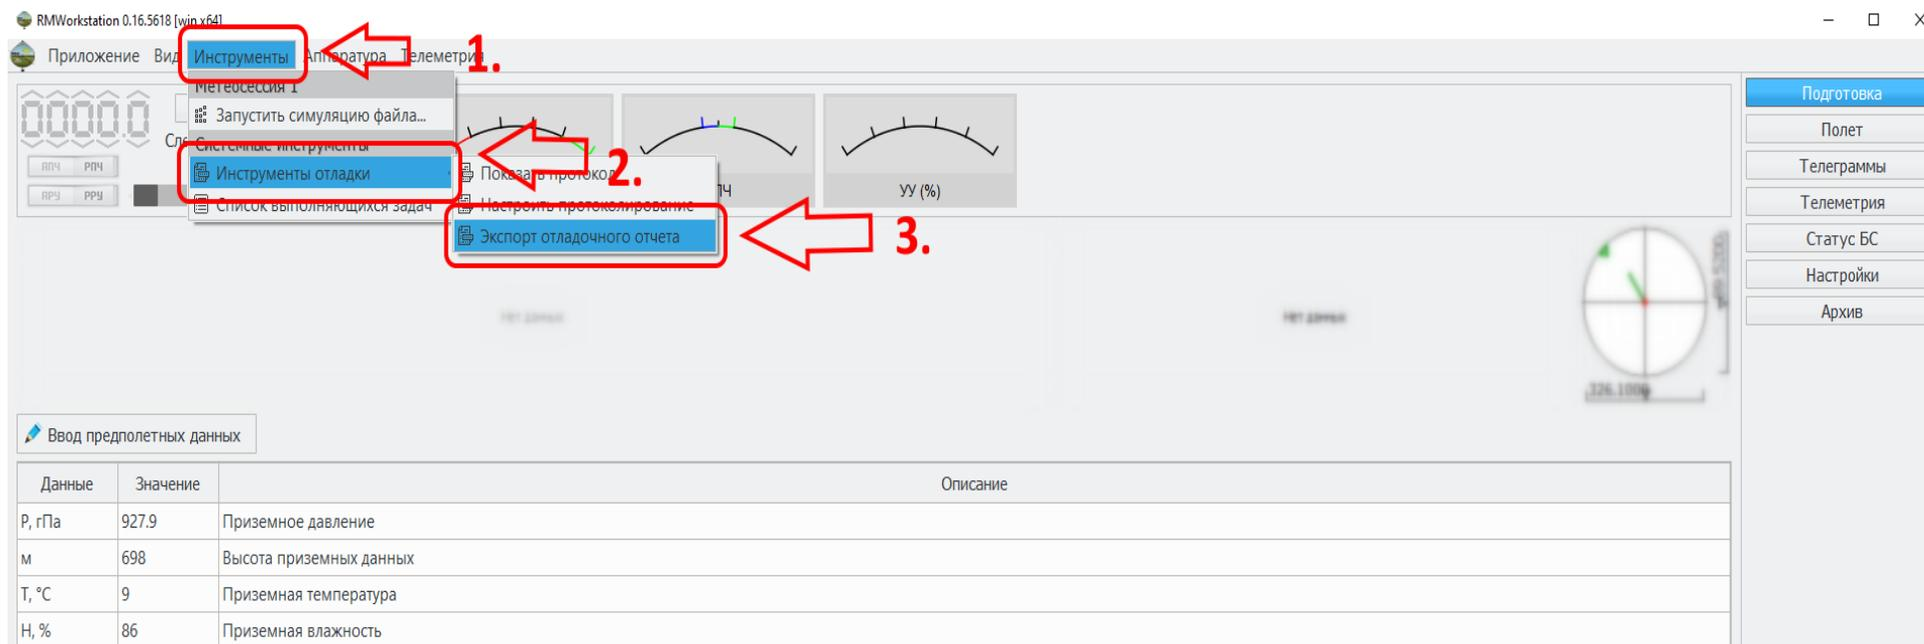

Рисунок 1. Формирование «Отладочного отчета»
2. Выберите меню «Инструменты» → «Инструменты отладки» → «Экспорт отладочного отчета» (см. рисунок 1)